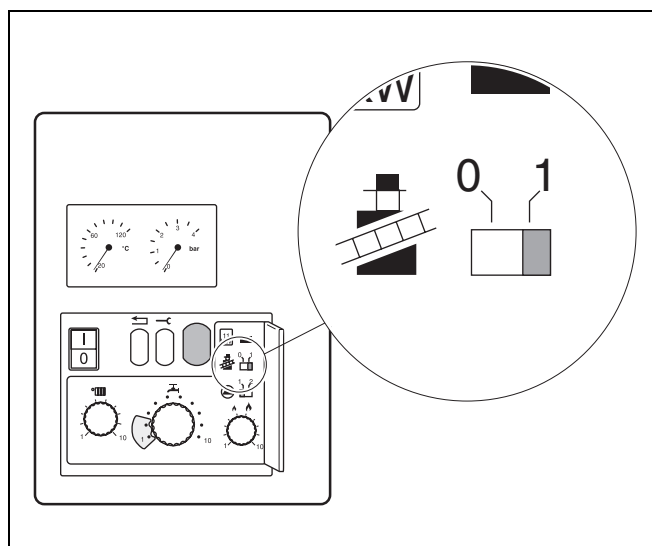

fig. 28 Commutateur "ramoneur"
- Mettre l'interrupteur "ramoneur" (fig. 28) en position "1".